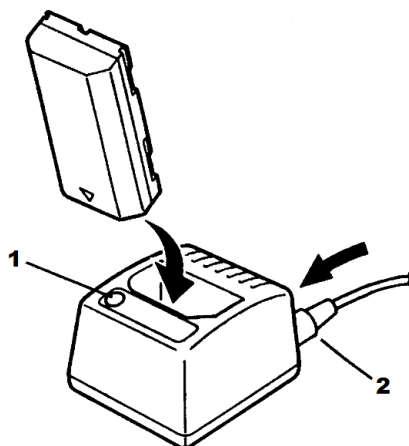

図4. シングル スロット バッテリー充電器の図
- ACアダプタ出力を、図4のバッテリー充電器の背面にある入力ジャックに接続する。
- 図4に示すように、バッテリーパックを充電器のポケットに入れるのみである。バッテリーパックの2つの金色の接点が裏向きになっていることを確認する。